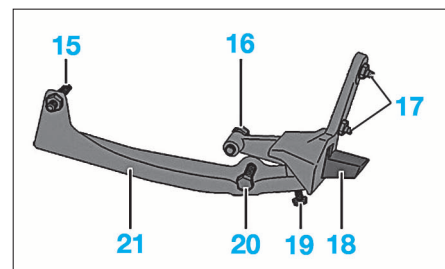

FIG. 8
- Déposer (suivant motorisation) (Fig.8) :
- l'écrou (15)
- les vis (19) et (20)